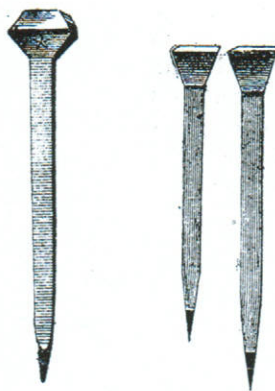

Fig. 16. — Clous à bœufs.
Après avoir convenablement paré les onglons, on fixe le fer à l'aide de clous petits, à lame très mince et très flexible (fig. 16) (1). Ces clous sont plantés, ou *brochés*, à la manière habituelle et surtout avec beaucoup de mesure. Il ne faut pas essayer, en plongeant dans la corne, de les faire arriver à une grande hauteur sur la paroi qui est très
(1) Les clichés des figures 16 à 21 sont empruntés à l'ouvrage : *La Maréchalerie*, par Thary (J.-B. Bailière et fils).